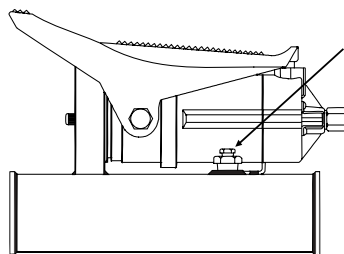
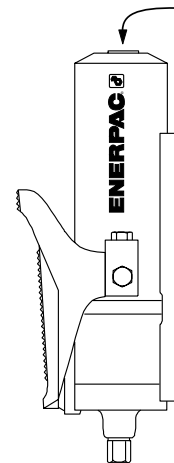

Figure 2
Figure 1
1. Tenir la pompe debout comme illustré à la figure 1 et retirer le bouchon de remplissage. Sur les modèles PA-1150, ce bouchon se trouve sur le côté de la pompe comme illustré à la figure 2.